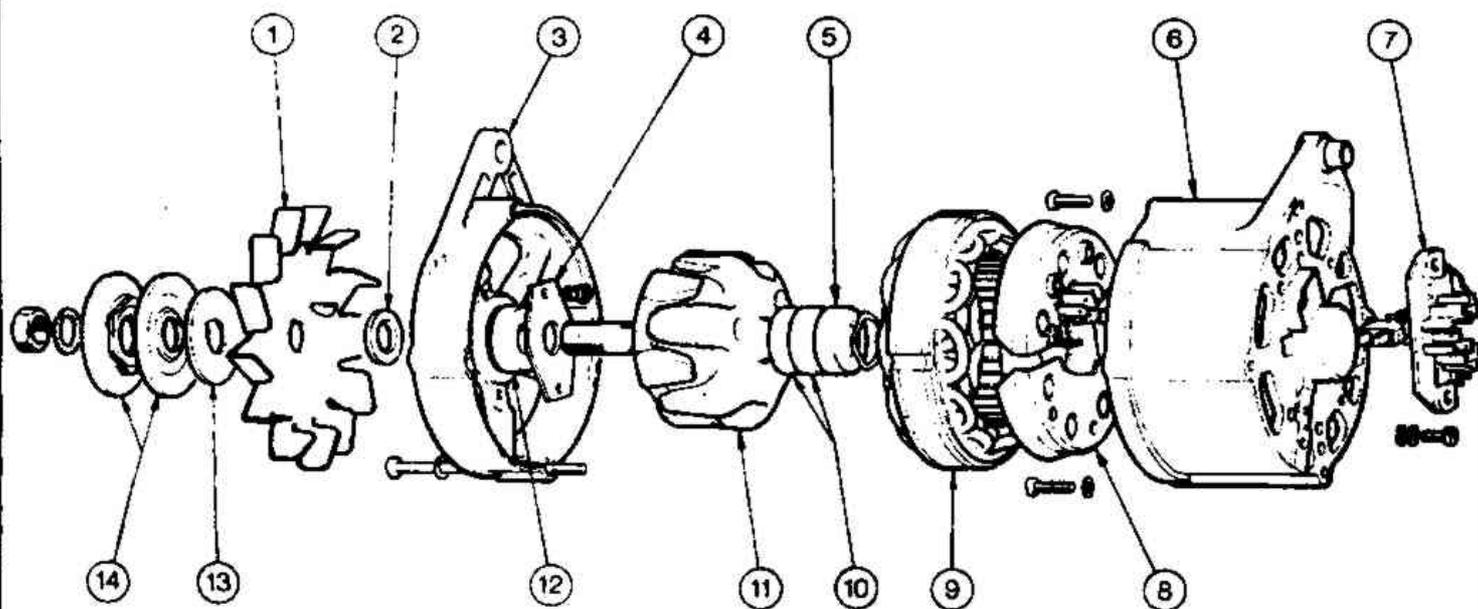

Рис. 10.1. Генератор Bosch (Разд. 6 и 11)
Электрические выводы для соединения генератора с внешними электрическими цепями выведены на контактные лепестки Lucas, собранные в многополюсный разъем, обеспечивающий правильное подключение (см. фото). Различия в конструкции генераторов различных моделей показаны на Рис. 10.1, 10.2 и 10.3.
1. Выверните два винта с пружинными и плоскими шайбами, крепящие щеткодержатель к заднему торцу корпуса генератора (см.Рис.10.1). Снимите щеткодержатель.